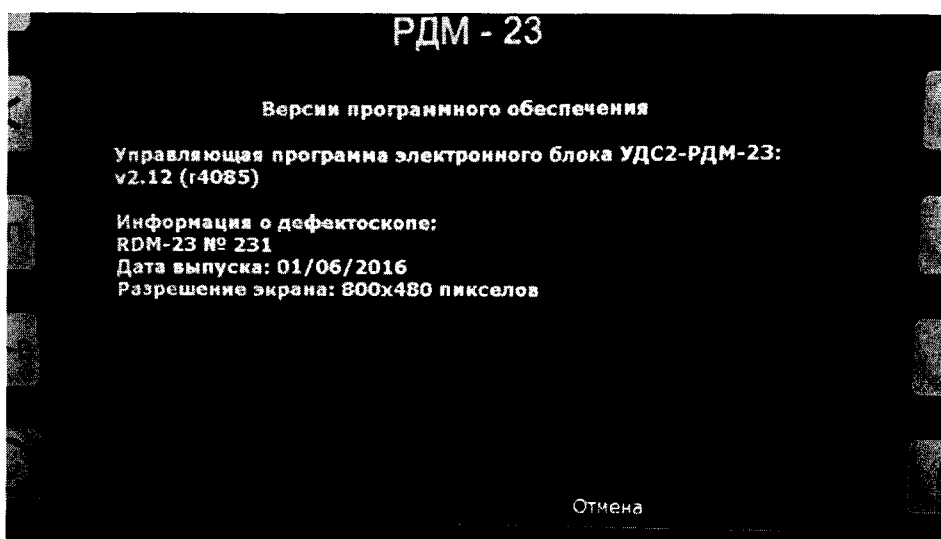

Рисунок 3.
8.2.5 В информационном окне считать наименование и номер версии ПО (Рисунок 3).